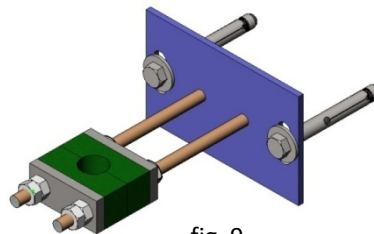

fig. 9
- Si consiglia un supporto-guida di mandrino (fig. 9) ogni 1,5m.